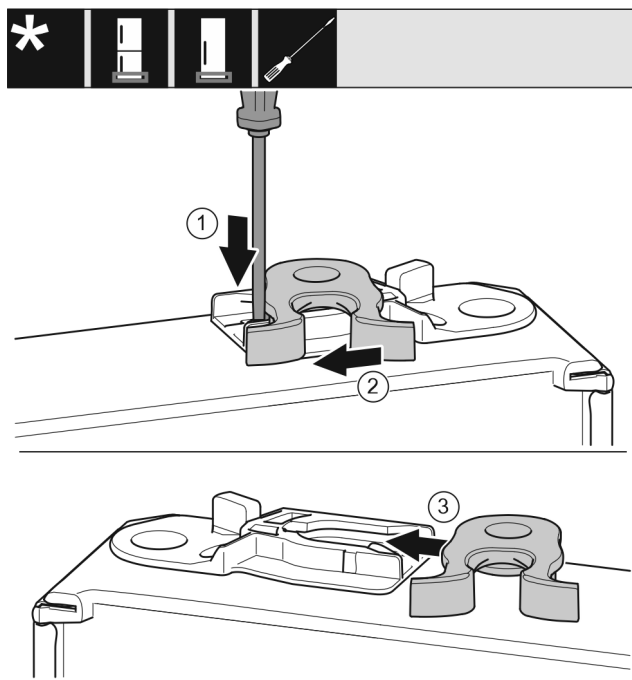

Fig. 33
- Pousser la languette Fig. 33 (1) vers le bas avec un tournevis plat.
- Retirer la gâche Fig. 33 (2) du guide.
- Pousser la gâche Fig. 33 (3) de l'autre côté dans le guide.